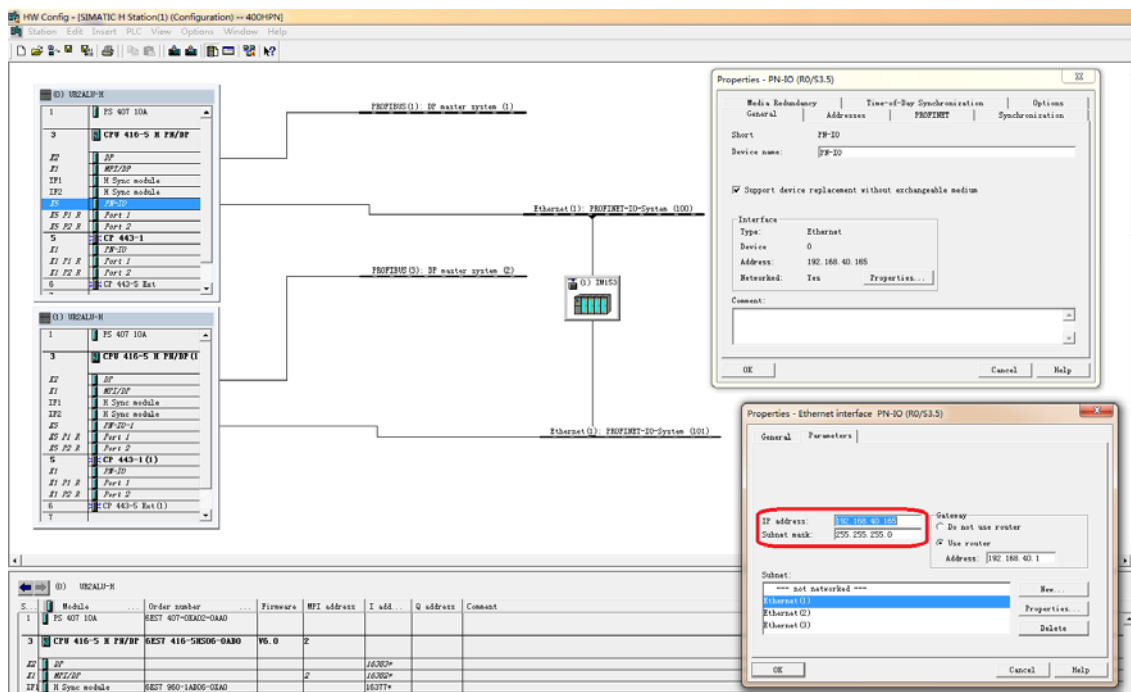

图 2
(A) 打开 STEP7，参照实际配置，创建 SIMATIC H Station，如图 2 所示。